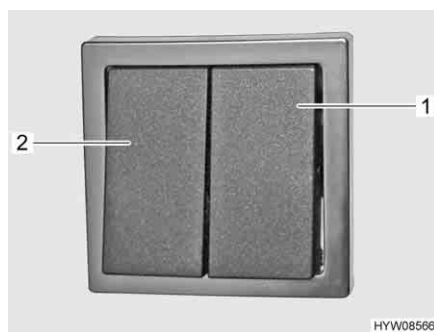

Fig. 2 Pulsante basculante dello scalino di ingresso (zona di ingresso)
**Inserimento:** ■ Premere il pulsante basculante destro (Fig. 2,1) nella zona di ingresso.
**Estrazione:** ■ Premere il pulsante basculante sinistro (Fig. 2,2) nella zona di ingresso.